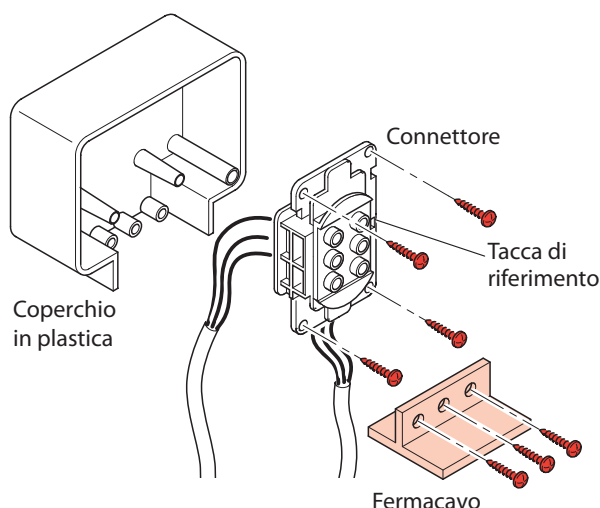

Fig. 3
2. Inserire il connettore nel coperchio in plastica fissandolo con le apposite viti, quindi assicurare i cavi al coperchio tramite il fermacavo (vedi fig. 3).
Si consiglia, pertanto, di utilizzare un cablaggio diretto dal quadro al connettore in dotazione (seguendo le indicazioni per i collegamenti di Fig. 3 e 4 pag. 62-63) nelle applicazioni dove la corrente presunta d'ingresso all'UPS superi i 16A (es. 5000 VA con Vinn=184V)